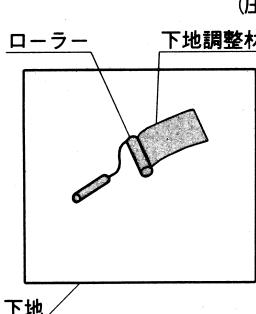

図1
- ① 割石を張付ける下地表面の、油・ゴミおよび離型剤などを完全に除去し、水洗いをして下地表面を整えてください。
- ② 下地調整材を清水で3倍に希釈し、ローラーなどを使い、下地表面に塗布してください。（図1参照）